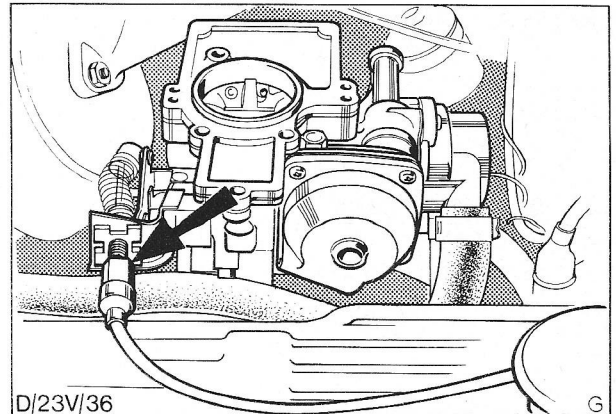

Fig. 75 Stelmoer van gaskabel (OHC-motor).
5. Draai de stelmoer zover terug tot de gasklep zich juist in de geheel geopende stand bevindt; Fig. 75.